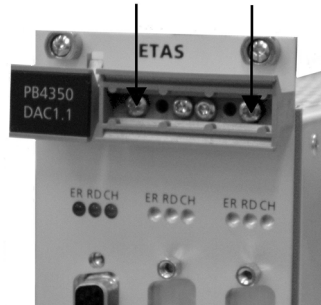

Abb. 1-5 Lösen der Befestigungsschrauben der Frontplatte
- Entfernen Sie (jeweils oben und unten) die linke und die rechte Kreuzschlitzschraube (siehe Abb. 1-5). Die beiden Torxschrauben in der Mitte dürfen nicht entfernt werden.